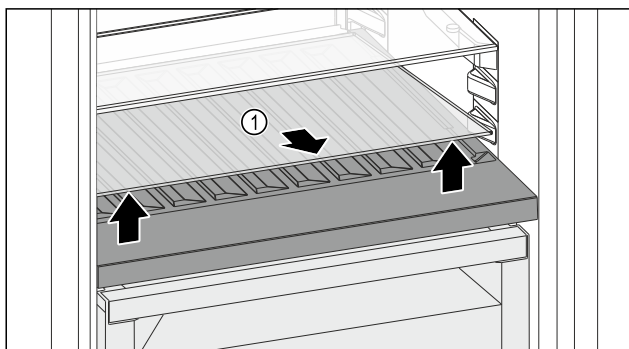

Fig. 138
- Skleněnou desku Fig. 138 (1) zvedněte za vybrání vpředu a vyjměte ji.
- Skleněnou desku Fig. 138 (1) uložte bezpečně mimo spotřebič.